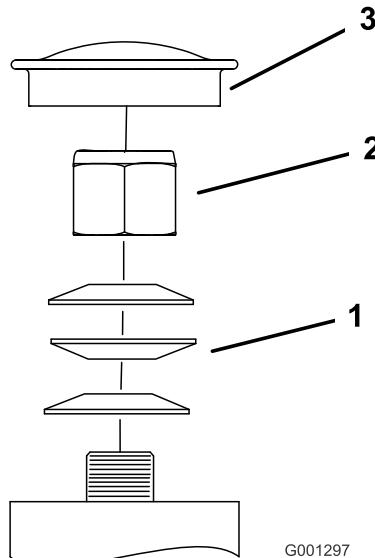

Figura 56
3. Retire el tapón anti-polvo de la rueda giratoria y apriete la contratuerca (Figura 56).
4. Apriete la contratuerca hasta que las arandelas de muelle estén planas, luego afloje 1/4 de vuelta para establecer la pre-carga correcta de los cojinetes (Figura 56).
Importante: Asegúrese de que las arandelas de muelle están correctamente instaladas, según muestra Figura 56.
5. Coloque el tapón anti-polvo (Figura 56).